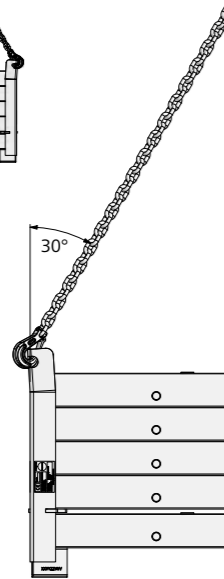

Fig. 4 : 5 panneaux de coffrage vertical au max. par unité de manutention
- La charge maximale d'utilisation ne doit jamais être dépassée (voir point 5). L'angle d'élingage ne doit jamais dépasser 60° (Fig. 4).
- L'angle de positionnement ② doit toujours être réglé en fonction du panneau de coffrage vertical utilisé.
- Posez toutes les vis ③ au niveau de la platine de l'angle de positionnement.
Accrochez le crochet de l'élingue dans l'œillet d'accrochage ① de l'angle d'empilement 60/40/23 de manière que le crochet ne puisse pas glisser hors de l'œillet lorsque l'élingue ou la chaîne n'est pas mise en tension (Fig. 4).